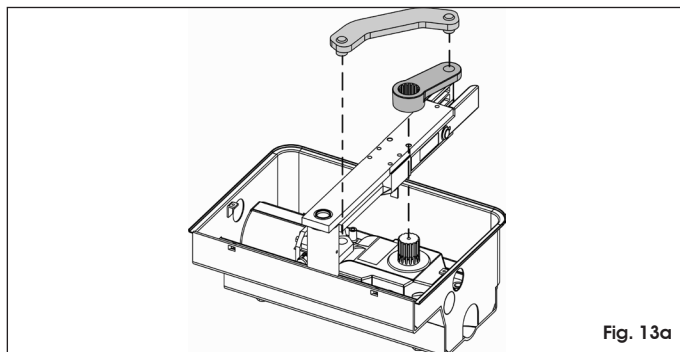

Fig. 13a
2. Zet de aandrijving op de speciale bevestigingsschroeven op het vlak van de behuizing, en zet haar vast met behulp van de bijgeleverde moeren en rondsels (fig. 13a en 13b).
3. Sluit de vleugel met de hand en monteer de bijgeleverde hendels zoals aangeduid in Fig. 13a.